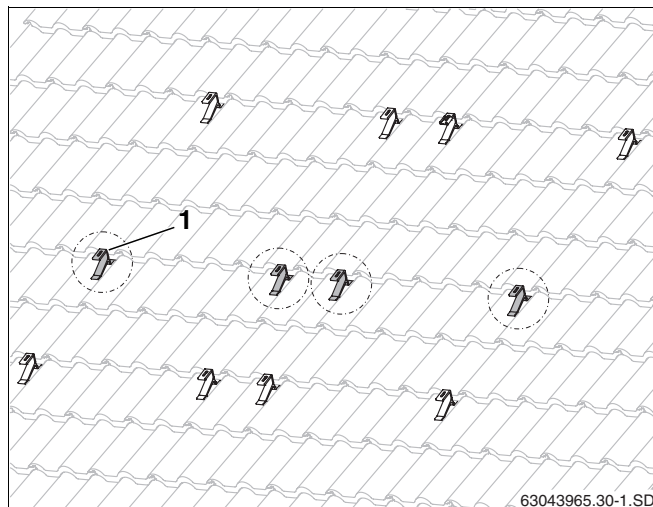

Fig. 28 Ganci da tetto aggiuntivi per il profilo di rinforzo per carichi nevosi (qui: per due collettori)
- Fissare i ganci da tetto aggiuntivi (fig. 28, pos. 1) in posizione quanto più centrale possibile tra i ganci da tetto superiori e inferiori già montati.